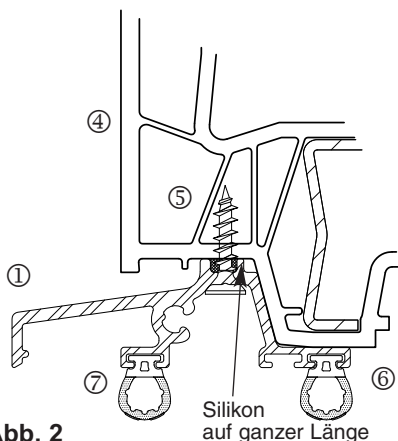

Abb. 2
- Den Wetterschenkel 1 auf dem Flügelprofil 4 positionieren und mit rostfreien Senkkopfschrauben $\varnothing 3,9 \times 16$ mm 5, im Abstand von max. 30 cm, am Flügel 4 verschrauben (siehe Abb. 2).